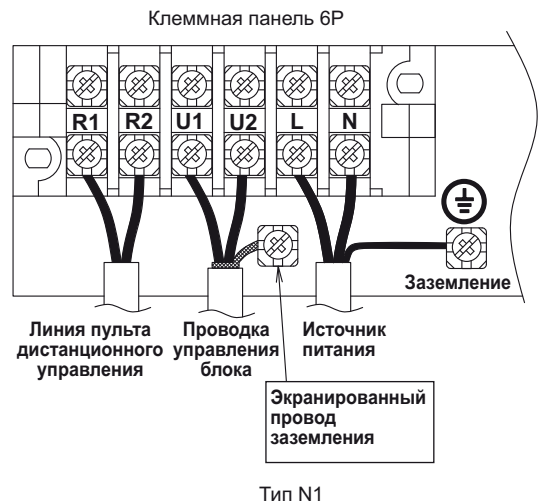

Рис. 4-2
- (1) См. Раздел 4-2. "Рекомендуемая длина и диаметр проводки для системы питания" для получения пояснений размеров "А", "В", "С", "D" и "Е" на приведенной выше схеме.
- (2) На принципиальной схеме соединений внутреннего блока показаны клеммные панели, однако клеммные панели вашего оборудования могут отличаться от данной схемы. (Рис. 4-2)
- (3) Перед включением питания необходимо установить адрес цепи хладагента (R.C.).
- (4) Что касается установки адреса пульта дистанционного управления, см. инструкции по установке, прилагаемые к пульту дистанционного управления (дополнительное оборудование). Установка адреса может автоматически выполняться пультом дистанционного управления. См. инструкции по установке, прилагаемые к пульту дистанционного управления (дополнительное оборудование).